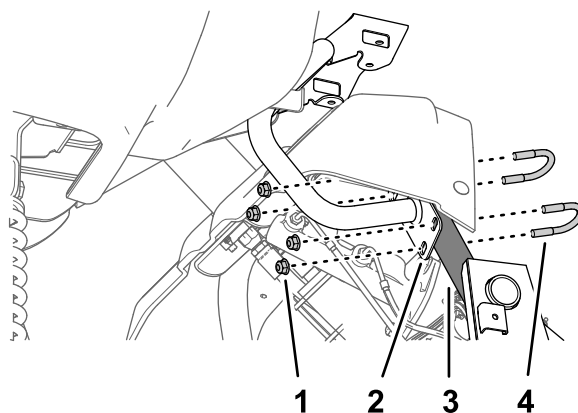

図 162
3. モニタマウントのプレートを車両のシャーシのサポートチューブに取り付ける図 162 Uボルト 2本とフランジロックナット 5/16 インチ 2個を使用する。